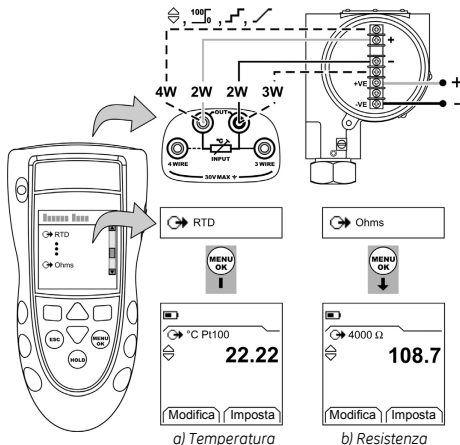

Figura 2: Esempio configurazione - per simulare i valori di temperatura o resistenza di un RTD
1. Collegare lo strumento (Figura 2) e, se necessario, modificarne il Setup (Tabella 1).